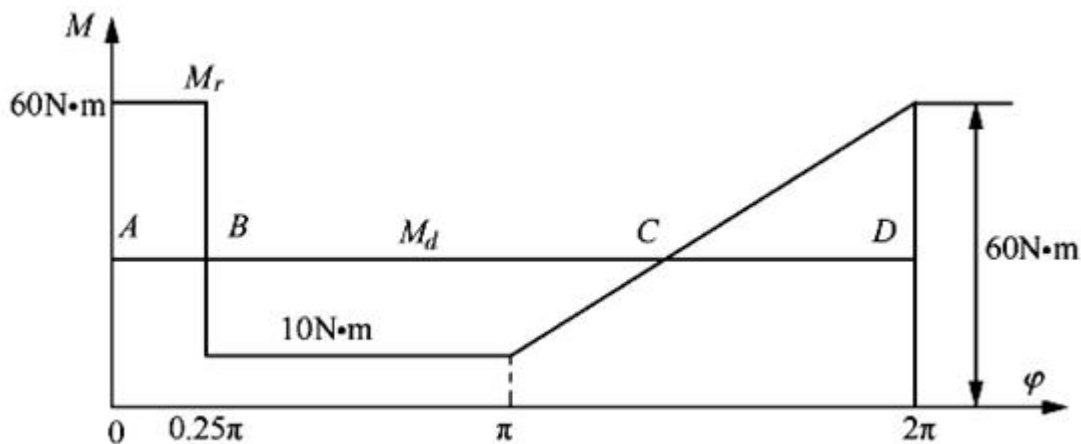

图7-3-1
① 已知机器的等效阻力矩 M_r 相对于主轴转角 φ 的变化规律如图7-3-1所示，其周期为 2π ，等效驱动力矩 M_d 为常数；等效构件的平均转速为 $n_m = 1000 \text{ r/min}$ ；等效转动惯量 J 忽略不计。若要求速度不均匀系数为 $\delta = 0.05$ ，试求：
- (1) 等效驱动力矩 M_d ；
- (2) 主轴最高转速 $n_{\max}$ 和最低转速 $n_{\min}$ 对应的转角 $\varphi_{[\max]}$ 和 $\varphi_{[\min]}$ ；
- (3) 安装在等效构件上的飞轮转动惯量 J_F 。[东南大学2004研]